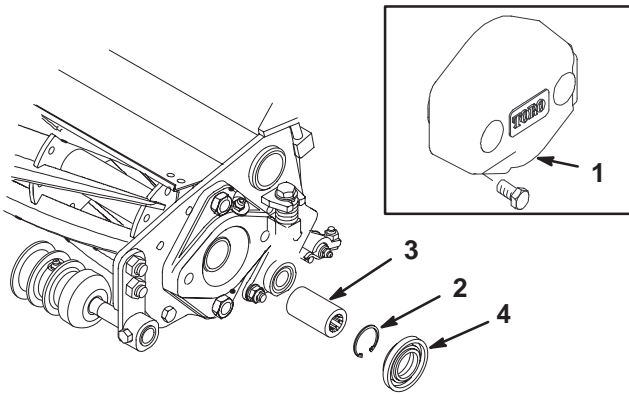

Figure 9
- A. Retirez les 2 vis à tête qui fixent le contre-poids à l'extrémité gauche du plateau de coupe. Déposez le contre-poids (Fig. 9, encadré).
- B. Retirez l'entretoise en plastique à chaque extrémité du plateau de coupe (Fig. 9).
- D. Appliquez de la graisse à l'intérieur du coupleur d'entraînement. Montez le coupleur à l'extrémité gauche du plateau de coupe au moyen d'un jonc d'arrêt (Fig. 9).